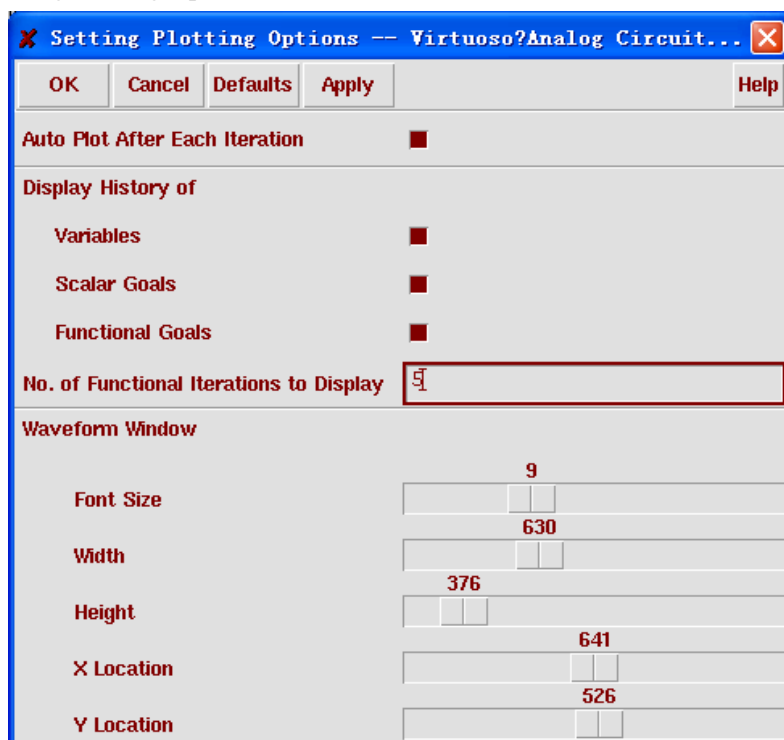

图 11.30 显示设置窗口
- 1) 在“Virtuoso® Analog Circuit Optimizer”窗口中选择“Results” → “Set Plot Options”，然后“Setting Plotting Option”窗口将弹出，如图 11.30 所示。